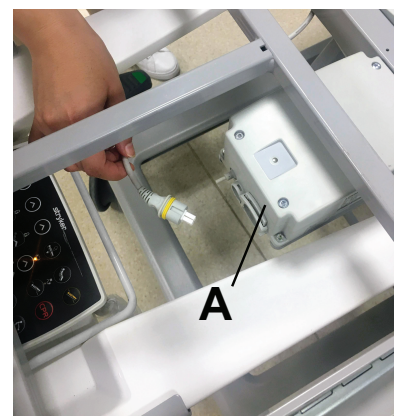

Figura 8 – Blocarea și deblocarea cablului pentru baterie
2. Localizați bateria (Figura 8).
4. Apăsăți dispozitivul de blocare a cablului pentru baterie pentru blocarea acestuia în baterie (A).